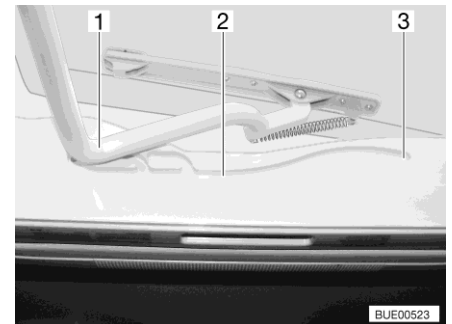

Fig. 32 Guía (claraboya Heki)
■ Tirar el estribo (Fig. 32,1) en las guías (Fig. 32,2) hasta la posición trasera final (Fig. 32,3).
*Cerrar:* ■ Empujar el estribo (Fig. 32,1) ligeramente hacia arriba con ambas manos.
- Tirar el estribo en las guías (Fig. 32,2) hasta la posición deseada.